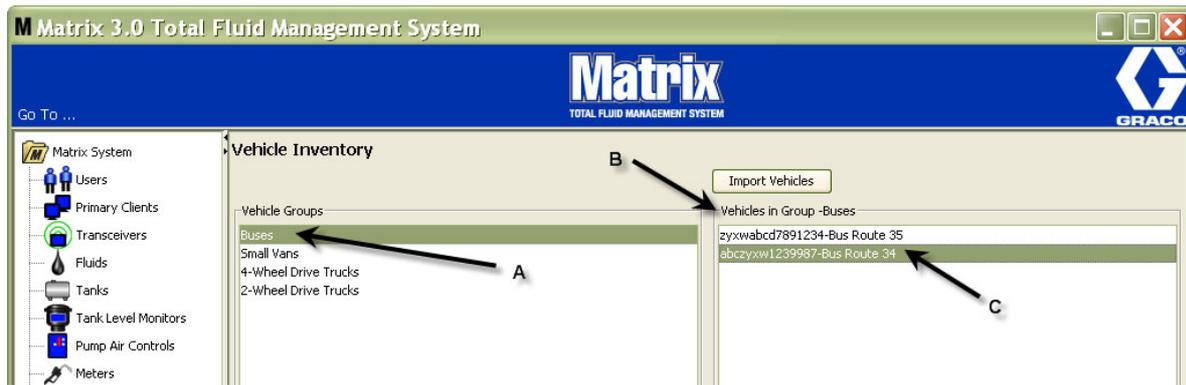

FIG. 156
7. I veicoli saranno solo visualizzati sulla schermata principale Vehicle Inventory (Inventario veicoli) quando il gruppo specifico con il quale è associato è evidenziato. Nell'esempio fornito nella FIG. 156 è evidenziato il Vehicle Group Buses (Bus gruppo veicoli) (A). Si noti che il nome del gruppo "Buses" (Bus) è stato aggiunto alla fine del titolo della colonna Vehicles in Group (Veicoli nel gruppo) (B) e l'elenco visualizzato in quella colonna contiene solo i bus che sono nell'inventario della serie. Non vi sono furgoncini, camion a trazione 4x4 o 2x2. Quei veicoli saranno visualizzati quando queste categorie sono selezionate.
Le sezioni A, B e C nella FIG. 159 corrispondono alle sezioni A, B e C nella FIG. 156.